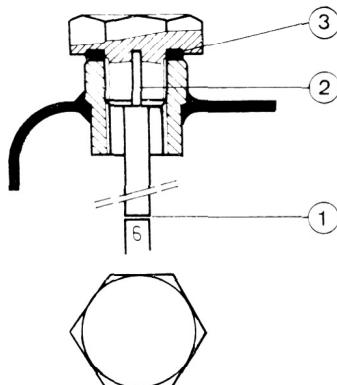

Fig 4
17. **Der Brennstoffmessstab** (Fig 4) dient zum Messen des Brennstoffstandes und zum Druckabblassen.
- La jauge de carburant** (Fig 4) sert à indiquer la quantité de carburant disponible et à réduire la pression.
- L'asta di livello del carburante** (Fig 4) indica la quantità di carburante contenuta nel serbatoio, e serve per togliere la pressione.